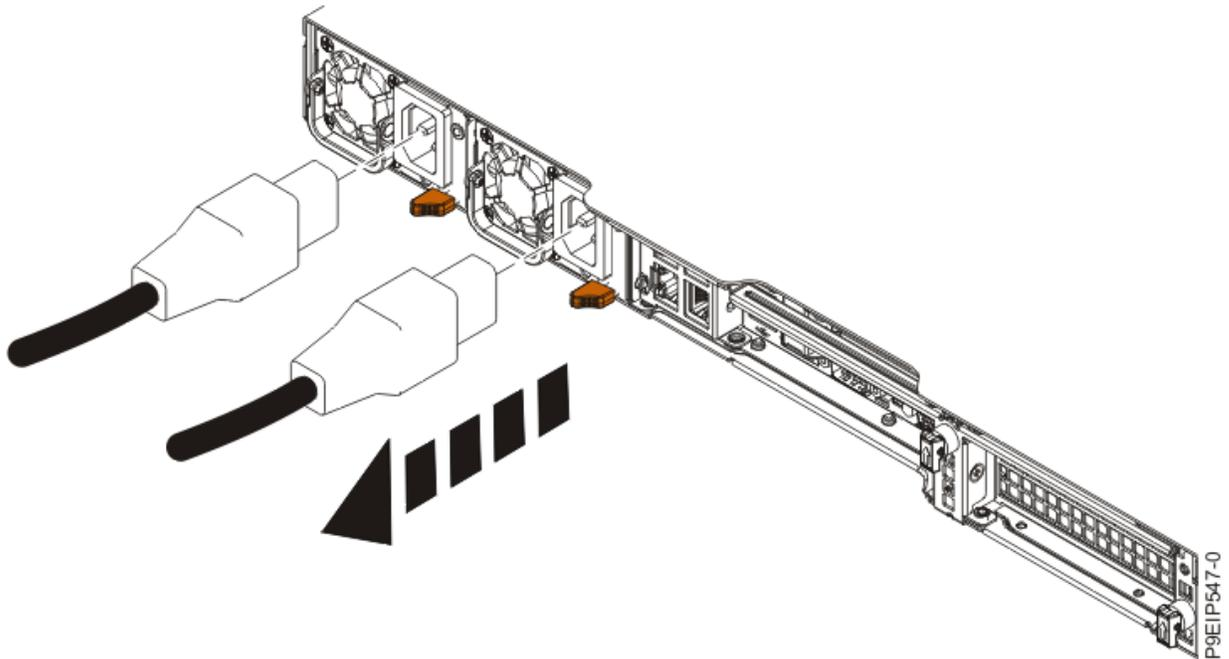

Abbildung 73. Netzkabel vom System abziehen
2. Kennzeichnen Sie die Netzkabel und ziehen Sie sie von der Systemeinheit ab (siehe Abbildung 73 auf Seite 100).